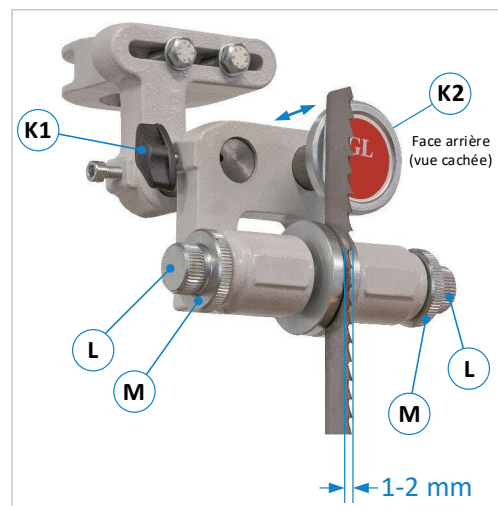

Figure 30: réglage des guides GL
- Desserrer les contre-écrous (M) des deux douilles de palier latérales (L).
- Régler les deux rouleaux latéraux avec les douilles de palier latérales (L) vers l'extérieur de manière à ce qu'une lame de scie nouvellement posée puisse se déplacer librement entre eux.
- Desserrer la vis à garrot (K1) et régler le guidage complet sur le support (B) en le déplaçant de manière à ce que les bords avant des galets latéraux se trouvent environ 1 - 2 mm derrière le fond de la dent de la lame de scie (voir ⇒ Figure 30).